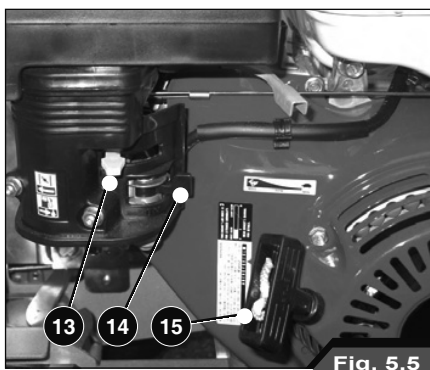

Fig. 5.5
- Przesunąć pokrętkę sterowania gazem (5) do połowy.
- Przygotować kosiarkę bijakową do rozruchu, działając na dźwignię rozrusznika (13) w przypadku silników benzynowych. Dźwignia przepływu paliwa ON/OFF (14) umożliwia przepływ paliwa lub odcina go (Rys. 5.5). Zająrzeć do instrukcji obsługi i konserwacji silnika.